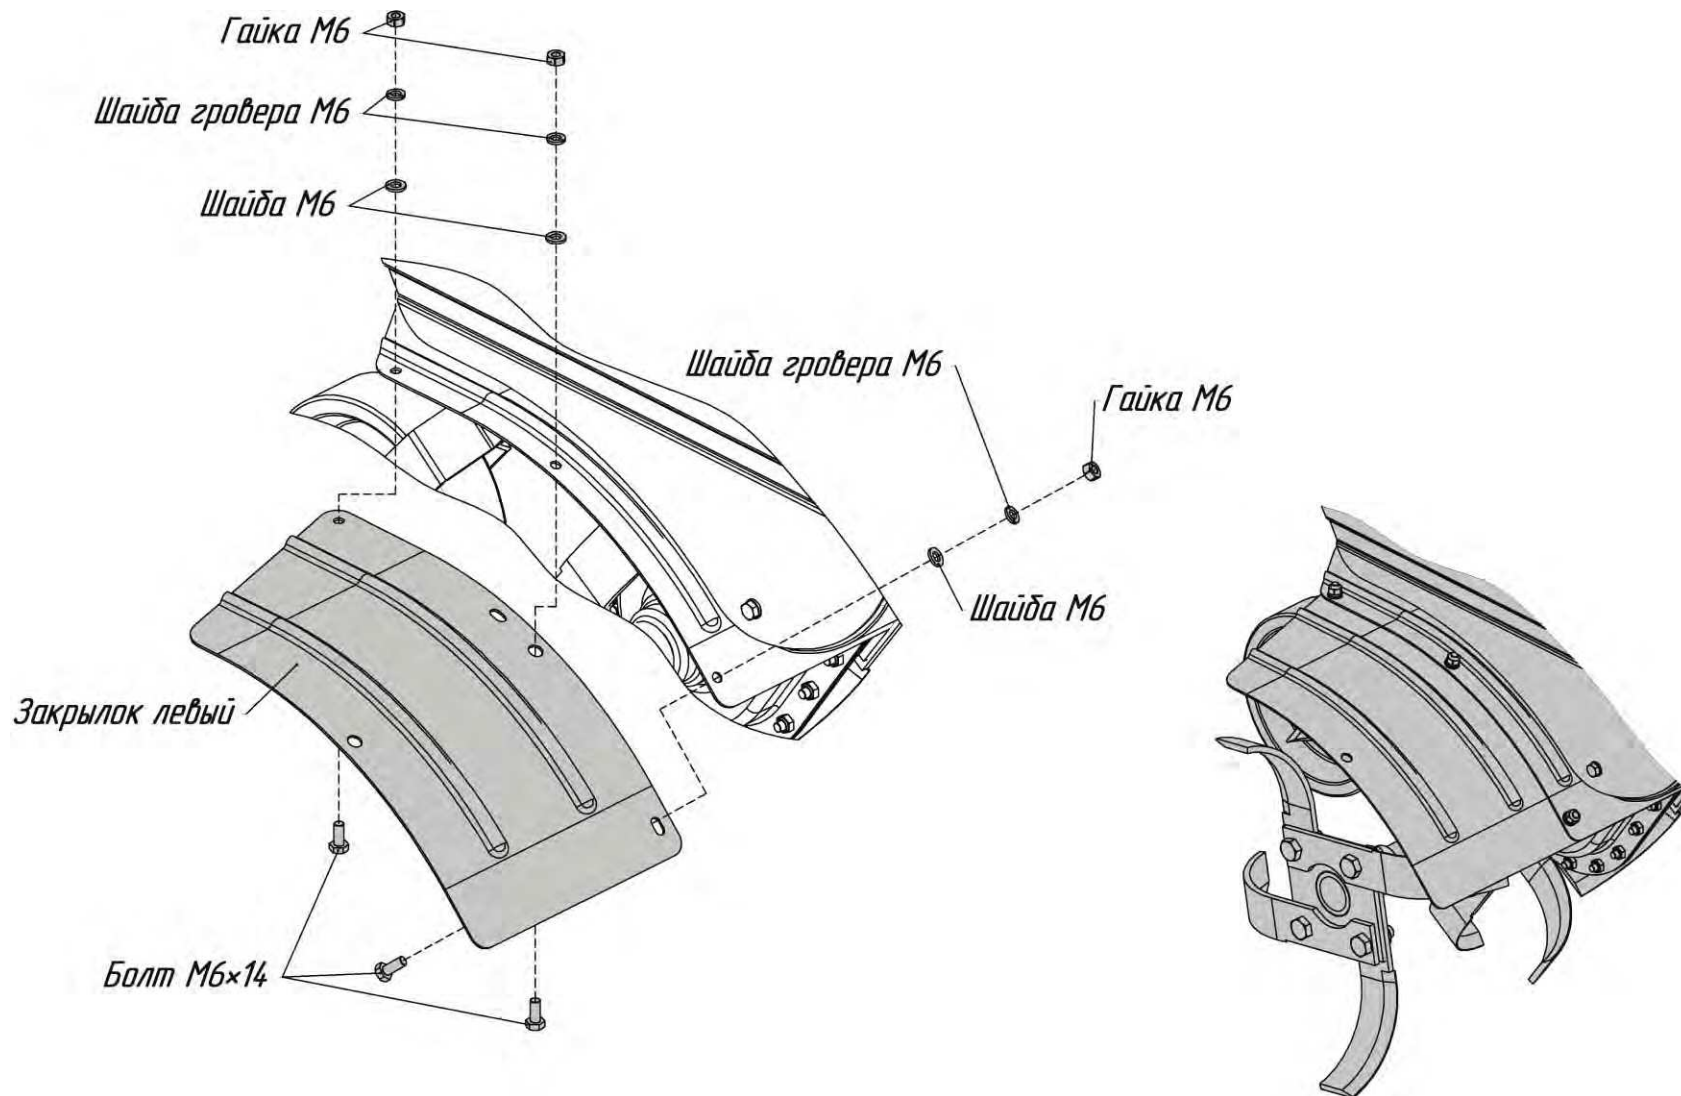

Рис.12 Установка закрывка левого на мотокультиватор
10. Установить закрылок левый на мотокультиватор согласно рис.12.